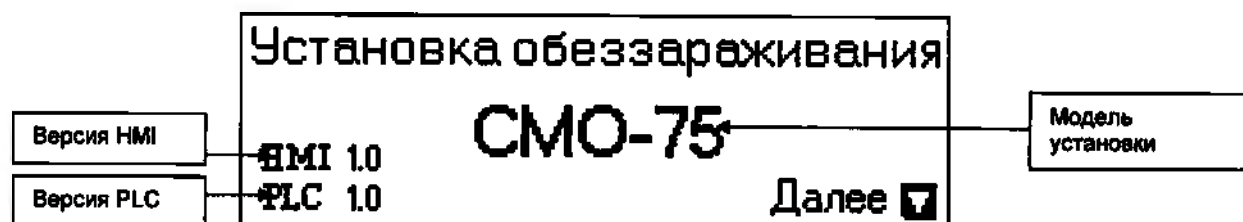

Рисунок 3
- Через несколько секунд на операторской панели появится стартовый экран (см. рис. 3).
- При нажатии кнопки « » Вы вернётесь на стартовый экран (рис. 3)
Внимание! В случае наличия остаточного разряжения в камере, после проведения цикла обеззараживания, находясь на стартовом экране (см. рис.3), нажмите и удерживайте клавишу 0 до полного выравнивания давления в камере с атмосферным.